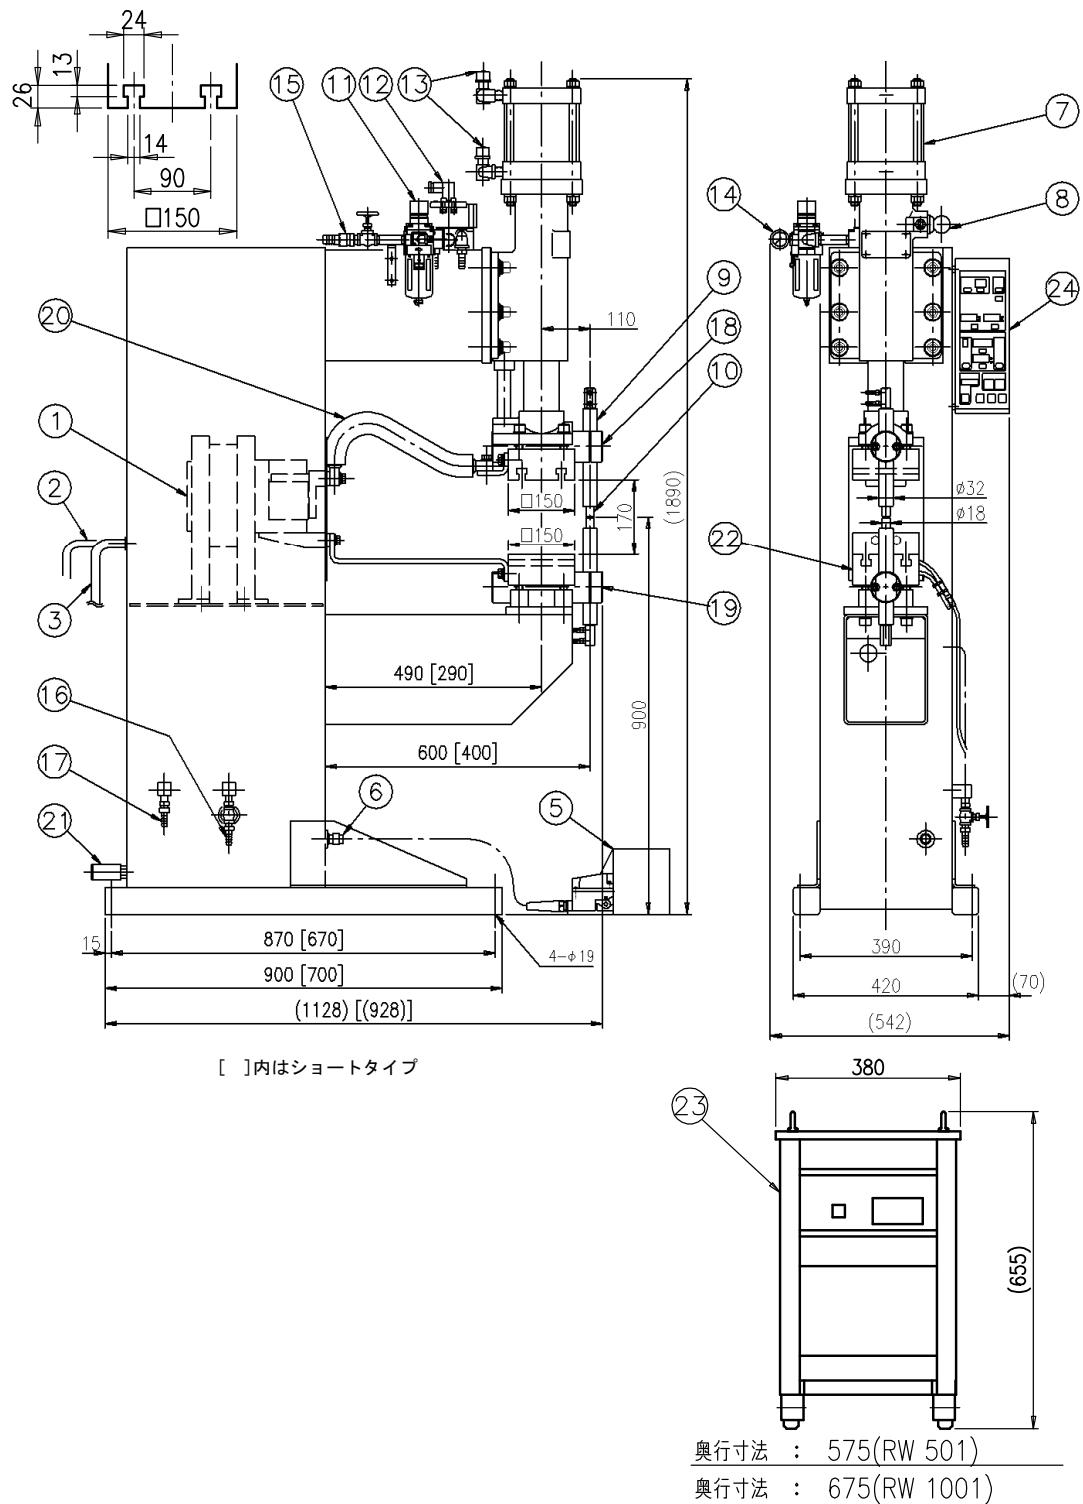

図3. S L A I M (S) 45, 65-610 外形図
12.1.3 標準部品【SLAIM(S)45, 65-610】(図3. 参照)